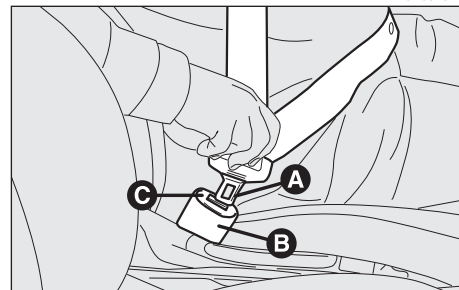

fig. 41
Per allacciare le cinture, impugnare la linguetta di aggancio (A-fig. 41) ed inserirla nella sede della fibbia (B), fino a percepire lo scatto di blocco.